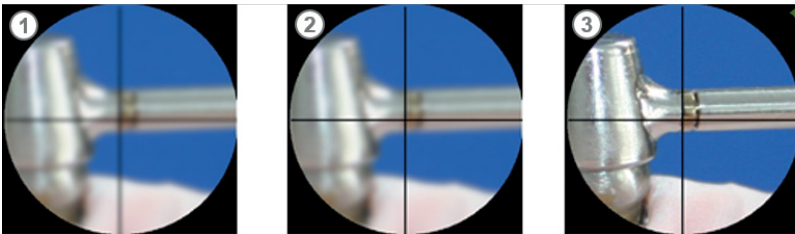

Figura 19: Impostazione del microscopio
- ▶ Posizionare un pezzo di prova piatto (ad es. un pezzo di lamiera) sotto l'obiettivo laser. Impostare l'altezza con un'apposito piano elevabile in modo da vedere l'oggetto a fuoco con l'occhio dominante (vedi Figura 19, a destra).